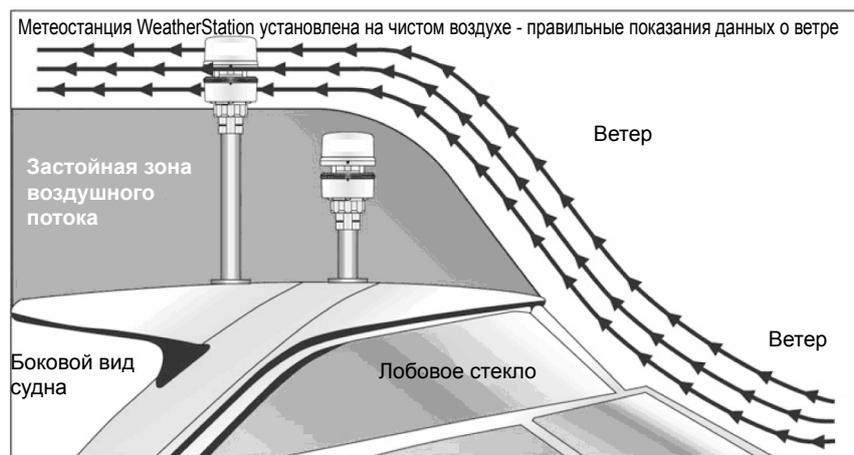

Рисунок 12. Место установки на судне / автомобиле (на рисунке – судно).
- Проверьте место установки метеостанции WeatherStation. Возможно, она установлена в застойной зоне воздушного потока. *Передвиньте ее назад и выше (см. Рисунок 12).*